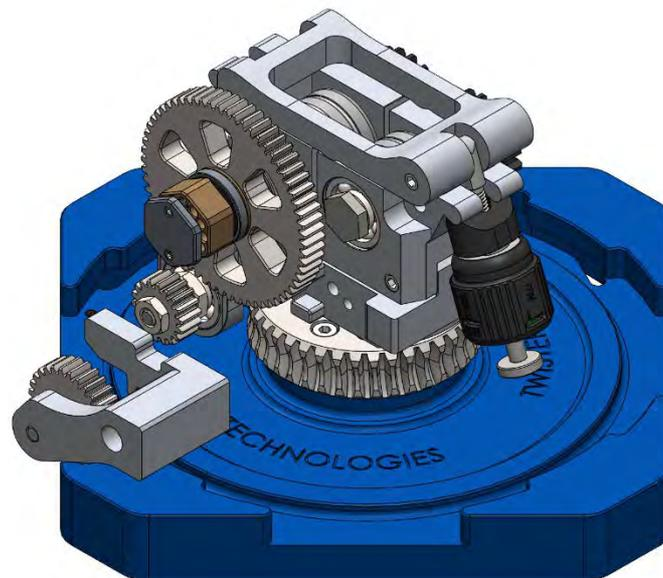

Abbildung 31
3. 1. Das zu ersetzende Rotationsmodul ausbauen. (Abbildung 31);